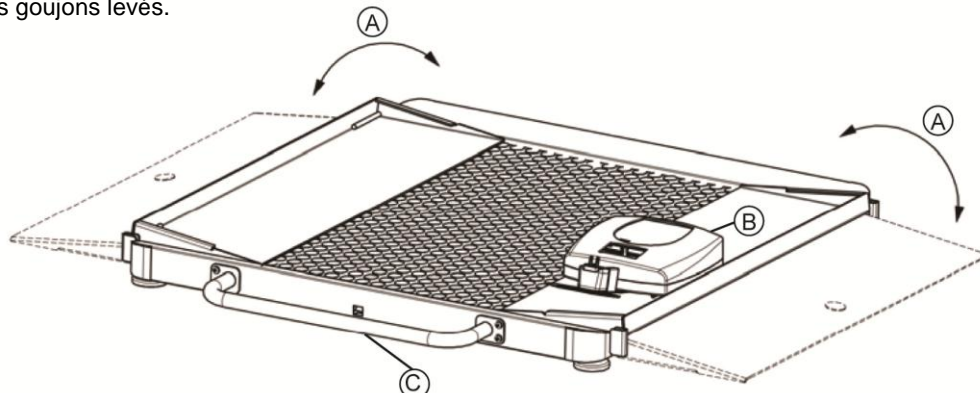

Figure 3
1. Pliez les deux rampes--gauche et droite (A) sur la plateforme pendant que le pèse-personne est au sol (cf. Figure 3).
2. Placez l'écran (B) sur les goujons de l'une des rampes pliées en faisant glisser les fentes qui sont à l'arrière de l'écran sur les goujons levés.